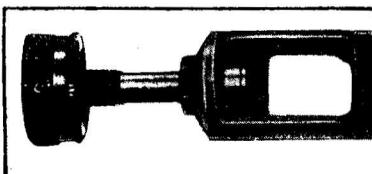

Fig. 23
- svitare il pistone dalla sua base, estrarlo completamente (fig. 23),
- unscrew the piston from its base, pull it out (figure 23),